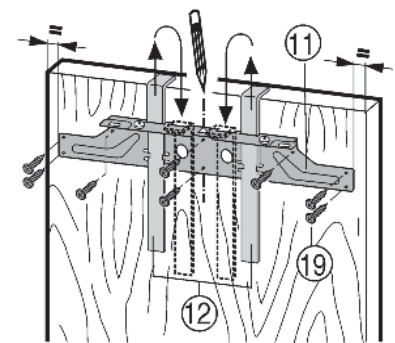

Fig. 17
- ▶ Accrocher la traverse de fixation Fig. 17 (11) avec les gabarits de montage Fig. 17 (12) du côté intérieur de la porte du placard.
- ▶ Aligner la traverse de fixation Fig. 17 (11) au centre : tracer la ligne courte médiane sur la porte du placard et venir y placer la pointe de flèche de la traverse.
- ▶ Visser la traverse de fixation Fig. 17 (11) en utilisant au moins 6 vis Fig. 17 (19).
- ▶ Visser la traverse de fixation Fig. 17 (11) en fixant 4 vis Fig. 17 (19) au bord.
- ▶ Tirer les gabarits de montage Fig. 17 (12) vers le haut, les tourner de 180° et les enfoncer dans les logements adjacents.